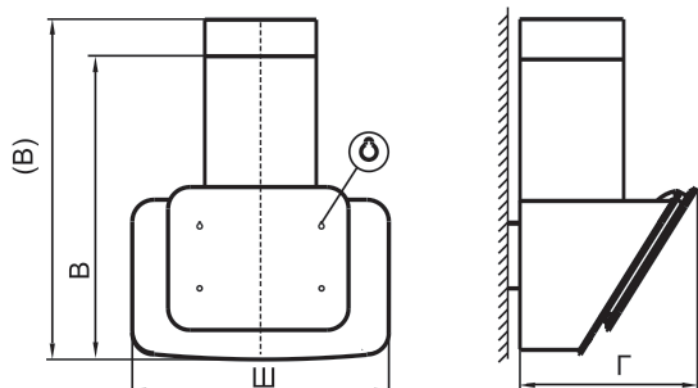

РИС. 2
- вверните два самонарезающих винта 6x50 мм (размер А, рис. 2);
- навесьте зонт через отверстия типа «замочная скважина» и дополнительно закрепите его двумя самонарезающими винтами 6x50 мм (размер Б, рис. 2);